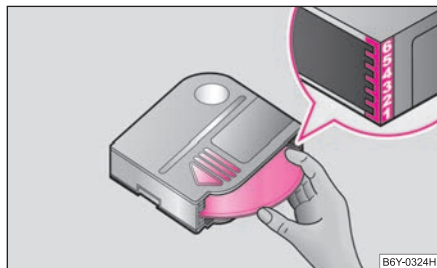

Fig. 100 Mettre des CD dans le chargeur
- La flèche représentée sur le chargeur doit être tournée vers le haut lors de l'insertion du chargeur jusqu'à la butée ⇒ page 98, fig. 100. La pointe de la flèche sur le chargeur doit également être tournée vers le réceptacle du chargeur.
- Tenir le chargeur avec la flèche sur le dessus ⇒ fig. 100.
- Mettre les **CD avec le côté enregistré vers le bas** séparément dans le chargeur jusqu'à ce qu'on entende un dé clic. Observez l'ordre des CD sur le côté droit du chargeur ⇒ fig. 100.